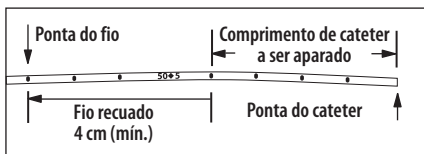

Figura 2
8. Faça recuar o estilete rígido através do septo para que o fio recue 4 cm, no mínimo, para trás do local onde o cateter foi cortado (ver figura 2).